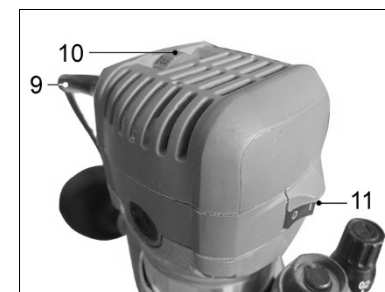

Рисунок 9.
8.1. Включение и настройка необходимой частоты вращения шпинделя (Рисунок 9)